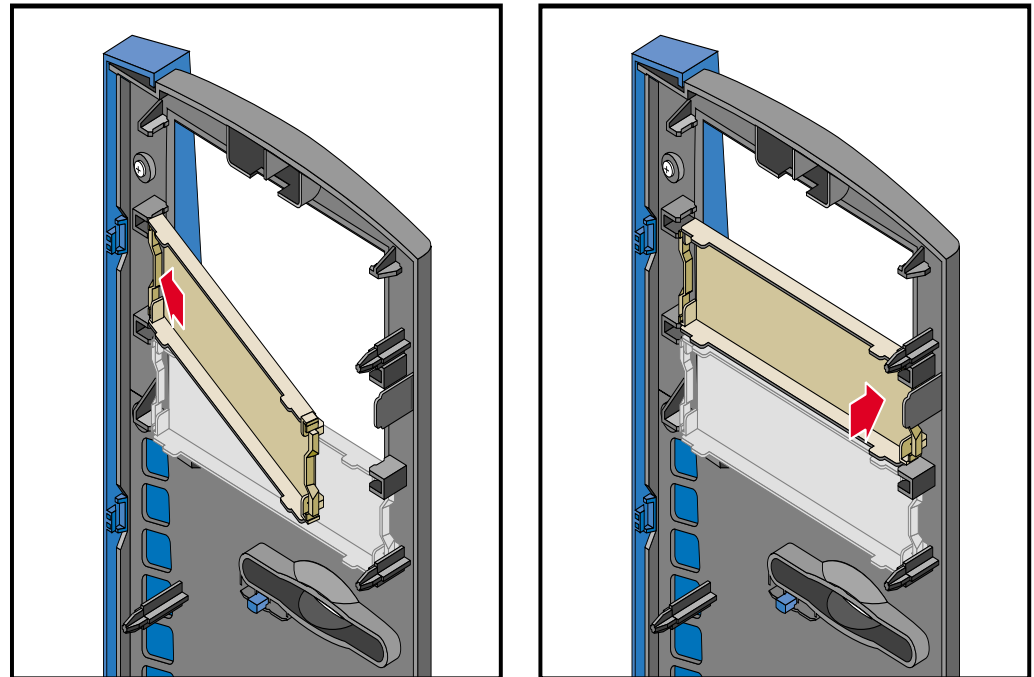

Figura 2-5 Instalación de la tapa de cierre de la cubierta
- Para instalar una tapa de cierre, introduzca un extremo en las muescas de sujeción y, a continuación, presione el otro extremo hasta que encaje a presión en su lugar. En la Figura 2-5 se muestra este procedimiento.